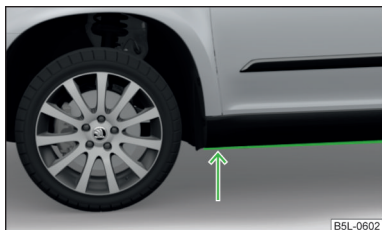

Fig. 130
- Avant de franchir une nappe d'eau, déterminez la profondeur de l'eau. Le niveau de l'eau ne doit pas dépasser le longeron inférieur » fig. 130.